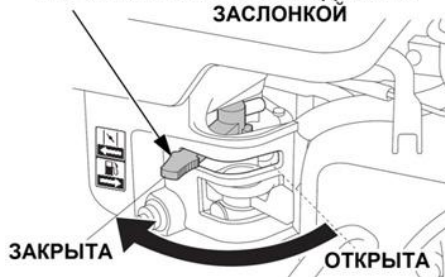

Рис. 14 Рычаг управления воздушной заслонкой
3. Откройте топливный кран переводом рычага вправо (Рис. 14).